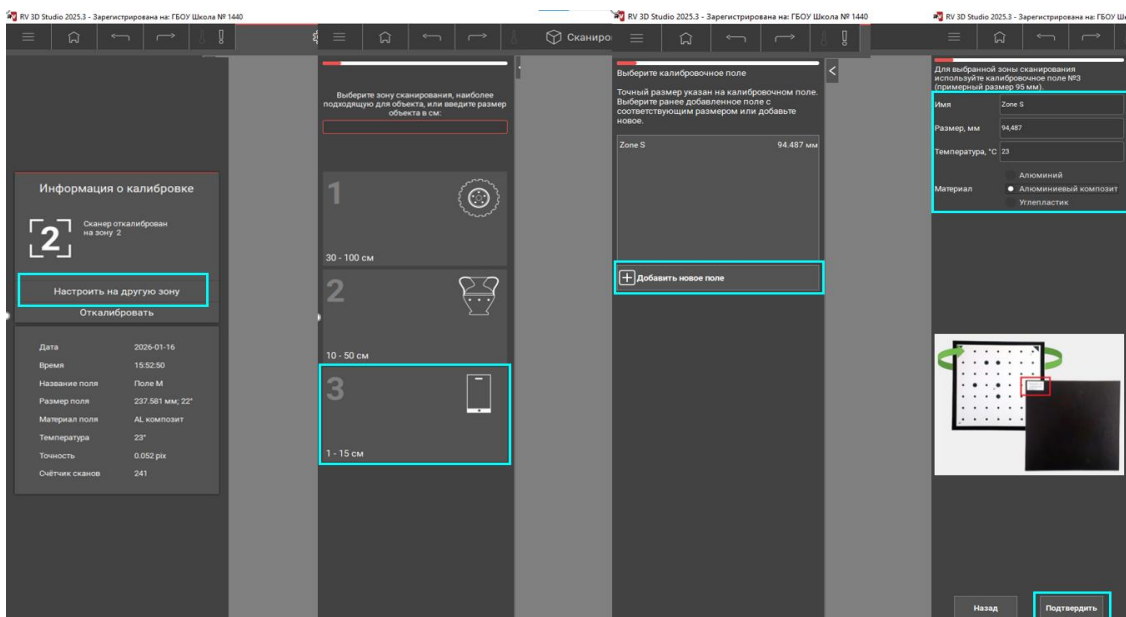

Рис. 8. Запуск режима калибровки
- запустите ПО RangeVision ScanCenter, выберите режим калибровки сканера на нужную зону (Рис. 8);